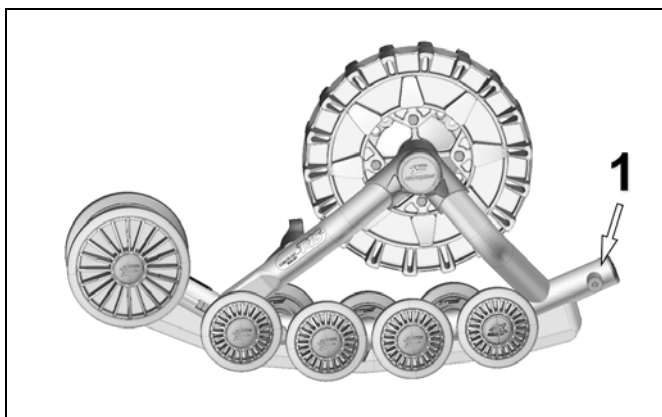

Abbildung 28
- Nehmen Sie die beiden 202-mm Laufräder, die am gegenüberliegenden Ende vom Kettenspanner angebracht sind, ab (siehe Abbildung 28).